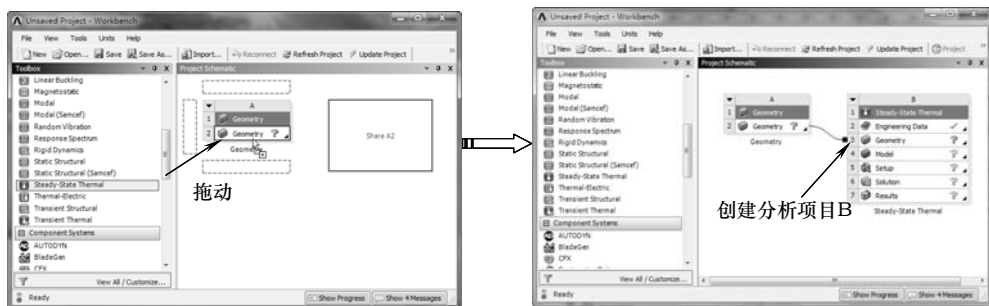

图 11-22 创建分析项目 B
4) 在【Toolbox (工具箱)】中【Analysis Systems】下的【Steady-State Thermal】选项上按住鼠标左键，拖动到【Project Schematic (项目管理区)】分析项目 A 中的 A2 上，当 A2 呈红色高亮显示时，释放鼠标创建分析项目 B，如图 11-22 所示。